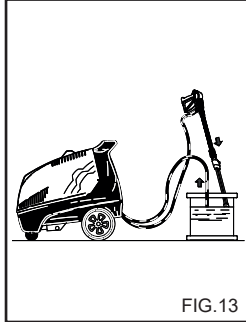

FIG.13
**OPERACIONES PARA EL USO DEL ANTIHELO (fig. 13).**